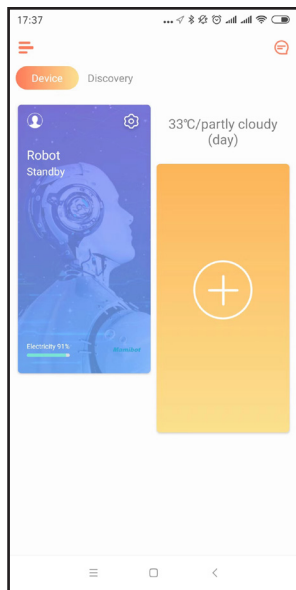
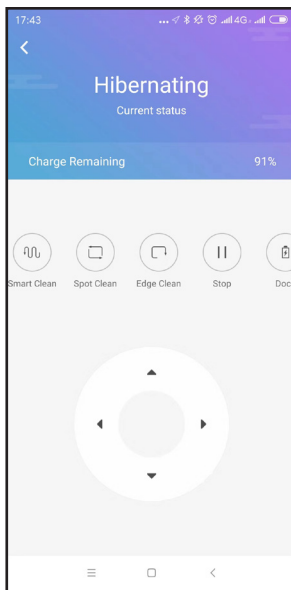

Рис. 9
Рис. 10
5. После успешного подключения к сети Вы можете управлять пылесосом-роботом со своего смартфона. Нажмите на иконку **[Рис. 9]**, чтобы перейти в интерфейс управления через приложение, где Вы можете выбирать различные режимы работы устройства, смотреть уровень заряда и т.д. Вы можете выбрать следующие режимы уборки: Smart (Автоматическая уборка), Spot (Уборка участка), Edge (Уборка по краю), Stop (Пауза), Dock (Зарядка) **[Рис. 10]**.